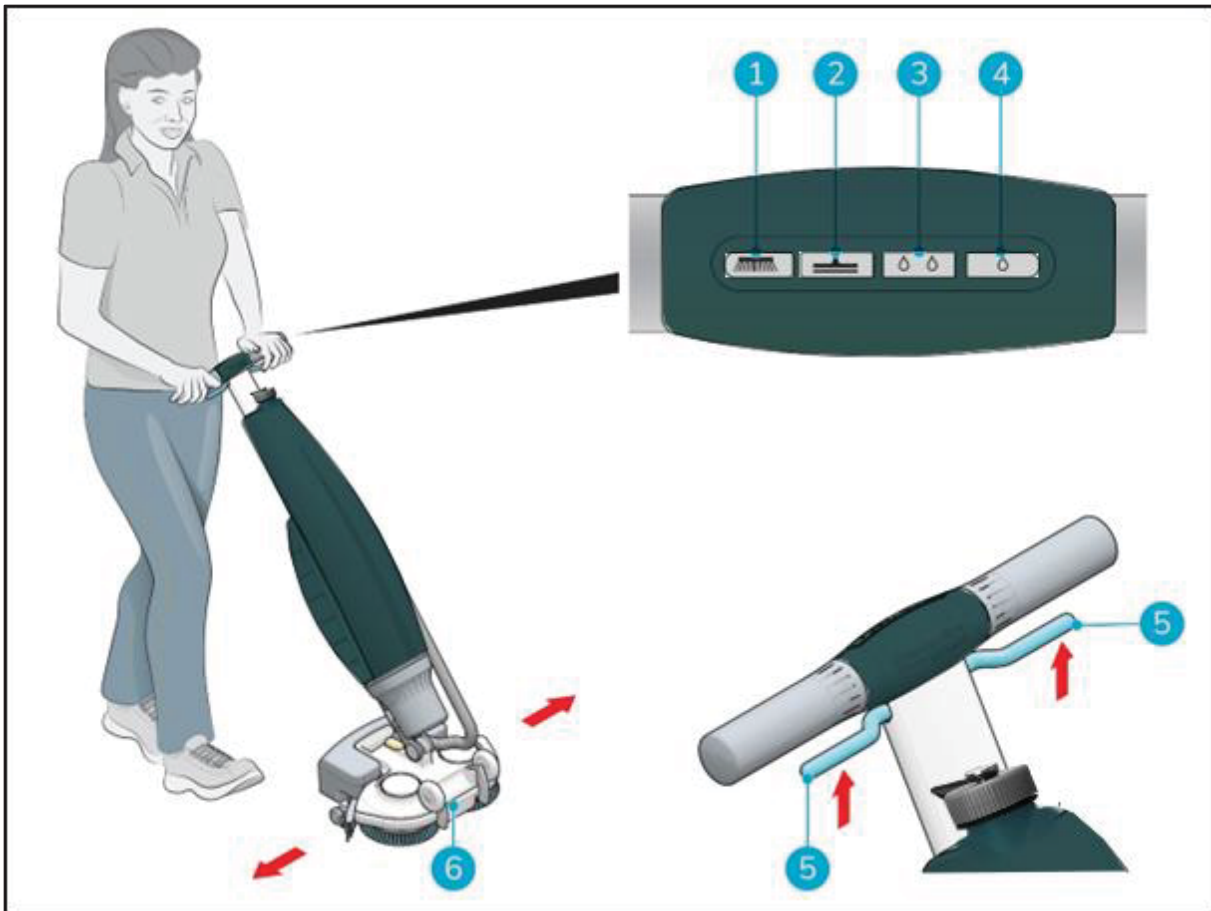

Figure 17
5. Tenez-vous derrière l'i-mop® Lite. Choisissez votre mode de nettoyage à l'aide des boutons du panneau de commande (Figure 17, pos 1 à 4). Vous pouvez sélectionner les options de manière indépendante ou combinée.
7. Appuyez sur la gâchette de la poignée (Figure 17, pos. 5). Cela démarrera également l'i-mop® Lite
10. Dirigez en tournant doucement la poignée vers la gauche ou vers la droite pour déplacer le plateau de brossage (Figure 17, pos. 6).
11. Le fait de relâcher la gâchette (Figure 17, pos 5) arrêtera immédiatement l'i-mop® Lite. Le moteur d'aspiration s'arrêtera après 3 secondes.